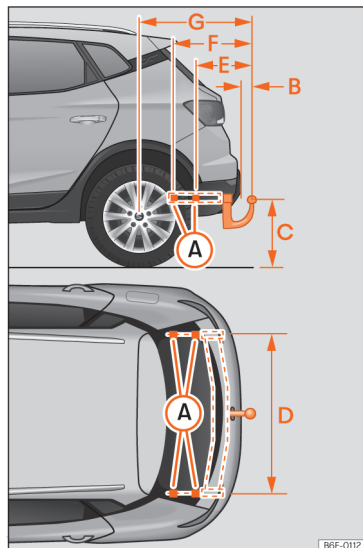

Fig. 152 Quotas e pontos de fixação para a montagem posterior de um dispositivo de reboque.
A distância entre o centro da rótula e a estrada » Fig. 152 (C) nunca poderá ser inferior à indicada. Isto rege também com o veículo a plena carga, incluindo a carga vertical máxima tecnicamente admissível sobre o acoplamento.